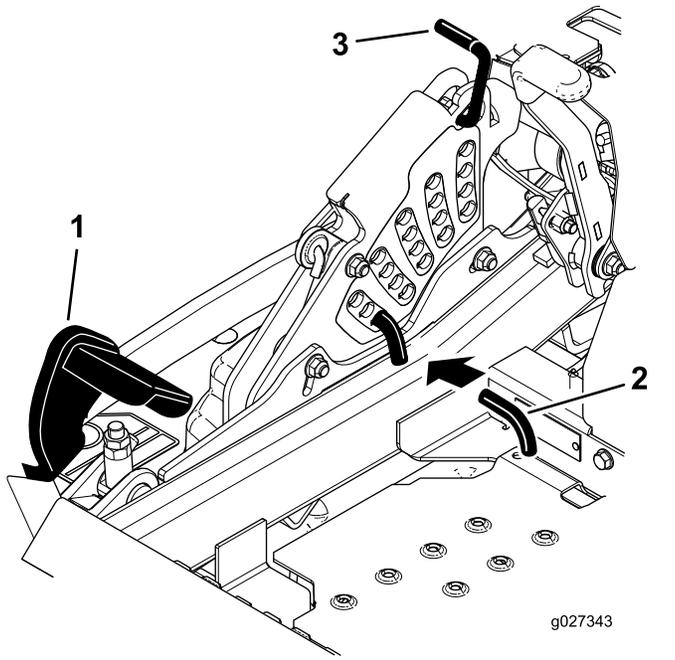

Bild 30
- Treten Sie auf das Mähwerkhubpedal und heben Sie das Mähwerk in die Transportstellung an (d. h. die Schnitthöhe von 140 mm), wie in **Bild 30** abgebildet.
- Drehen Sie zum Einstellen den Stift um 90 Grad und nehmen ihn aus der Schnitthöhen-Halterung heraus (**Bild 30**).
- Wählen Sie ein Loch in der Schnitthöhenhalterung, das der gewünschten Schnitthöhe entspricht, und stecken Sie den Stift ein (**Bild 30**).